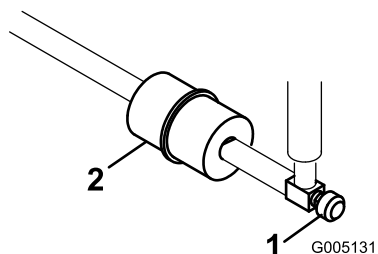

Figura 41
Existe um filtro no interior do tubo de combustível, situado entre o depósito de combustível e o carburador (Figura 41).
1. Feche a válvula de bloqueio do combustível, liberte a braçadeira de tubos que se encontra no carburador, na zona do filtro e retire o tubo de combustível do filtro (Figura 41).
2. Coloque um recipiente de drenagem debaixo do filtro, liberte as restantes braçadeiras de tubos e retire o filtro (Figura 41).